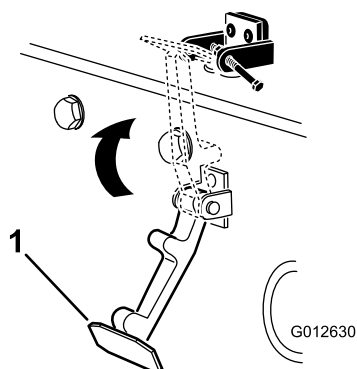

**Рисунок 6**
4. Совмещая монтажные отверстия, поместите стопорный кронштейн стандарта СЕ и кронштейн защелки капота на капот (Рисунок 6).
6. Приклепайте кронштейны и шайбы к капоту (Рисунок 6).